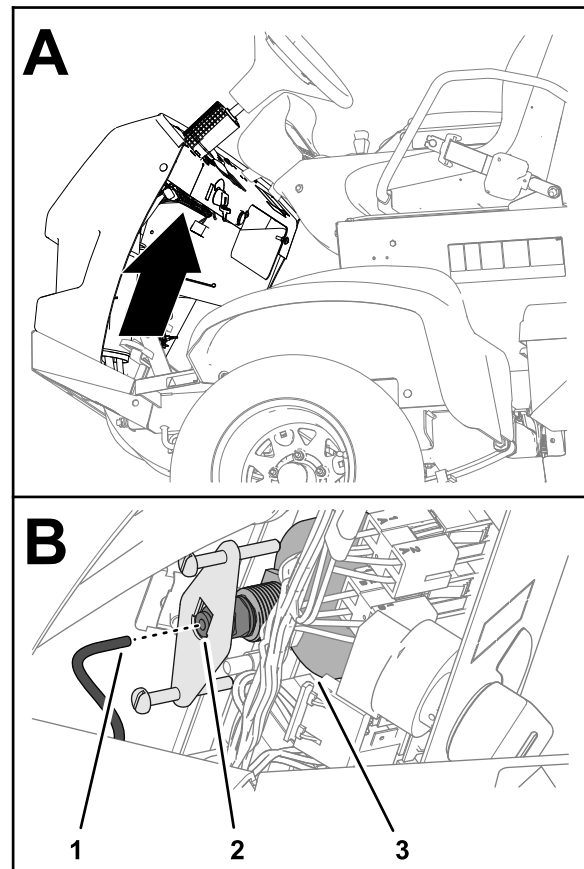

Bild 132
5. Entfernen Sie das Rohr von der Rückseite des Manometers und legen Sie das Ende des Rohres in einen Behälter (Bild 132).